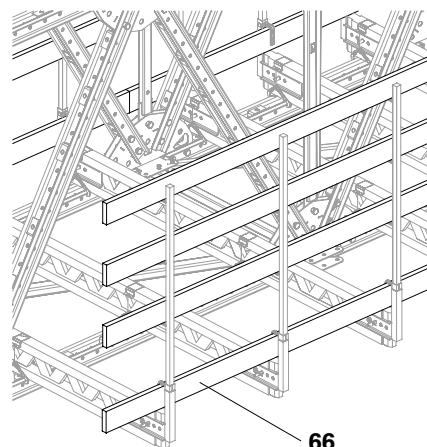

Fig. A6.05
4. Applicare le tavole di parapetto (**66**) sui perni per parapetto (**64**). (Fig. A6.05)